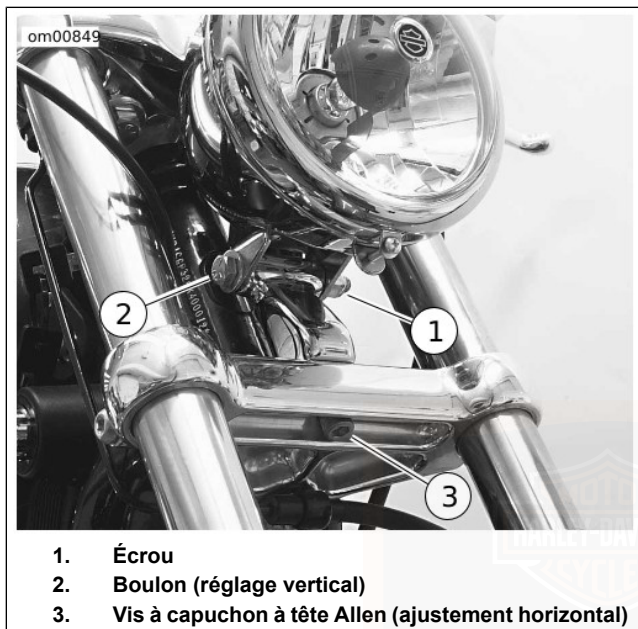

Figure 52. Réglage du phare (XL 883C et XL 1200C)
1. Voir Figure 52. Desserrer la vis à capuchon à tête Allen (3).
1. Voir Figure 52. Desserrer le contre-écrou (1) pour le boulon de réglage vertical.